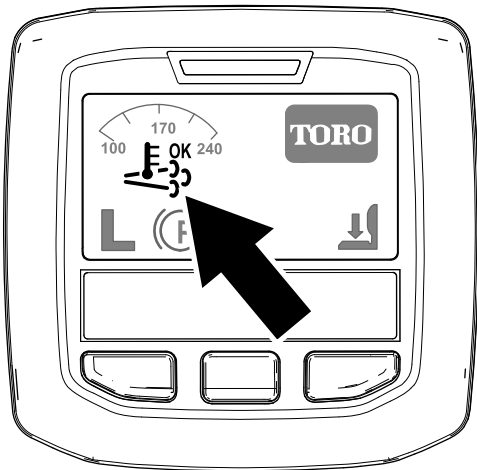

Figura 36
- Nell'InfoCenter viene visualizzata l'icona di rigenerazione assistita/ripristino (Figura 36).